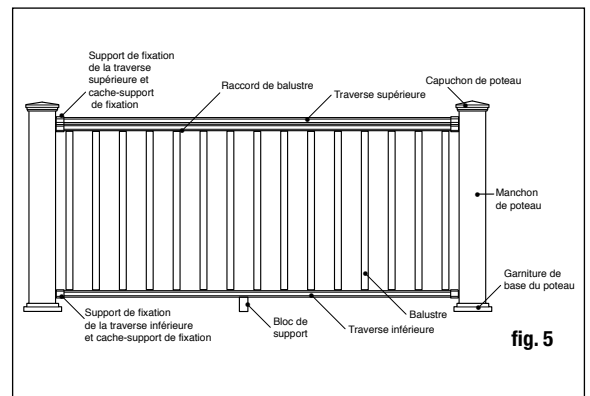

fig. 5
Étape 1 : Déterminez le nombre de poteaux de garde-corps nécessaires pour votre terrasse. L'espacement des poteaux est centre à centre de 1,8 m (6 pi) ou centre à centre de 2,4 m (8 pi), selon la longueur de traverse choisie. Exemple : Une terrasse de 12 x 16 pi fixée à un bâtiment comportant une ouverture d'accès de 4 pi d'un côté, nécessitera huit poteaux en tout. (Fig. 5)
Étape 5 : Taillez les manchons de poteaux à leur longueur. Les manchons de poteaux devraient être d'au moins 3,6 cm (1-1/2 po) plus long que la hauteur du garde-corps (fig. 5). Exemple : Pour un garde-corps de 91 cm (36 po) de haut, découpez le manchon du poteau à au moins 95 cm (37 1/2 po) ou plus long si un garde-corps plus haut est souhaité. Glissez un manchon de poteau taillé sur chaque poteau de garde-corps. Les manchons des poteaux devraient glisser facilement sur ceux-ci. NE FORCEZ PAS le manchon sur le poteau. Les poteaux vrillés ou tordus devraient être remplacés. Glissez une garniture de base de poteau (facultative) sur chaque manchon de poteau pour offrir un beau fini. *Remarque : Il est recommandé d'installer la garniture de base de poteau avant la traverse inférieure. Cependant, la conception à deux pièces permet à l'installateur d'ajouter la garniture de base de poteau après l'installation de la traverse. Pour installer, appliquez une fine couche d'adhésif clair de construction pour l'extérieur, à l'intérieur de la garniture du poteau, là où elle entrera en contact avec le manchon de poteau, puis insérez en place, autour de la base du manchon de poteau.*